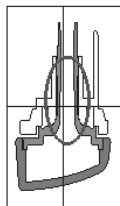

图 5-148
- 图标: 编辑截面线的背景网格, 如图 5-148 所示。